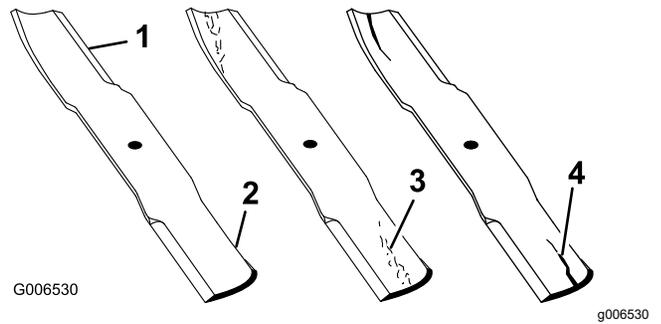

Figure 107
1. Examinez le tranchant des lames (Figure 107).
4. Remplacez immédiatement toute lame fendue, usée ou qui présente une entaille (Figure 107).